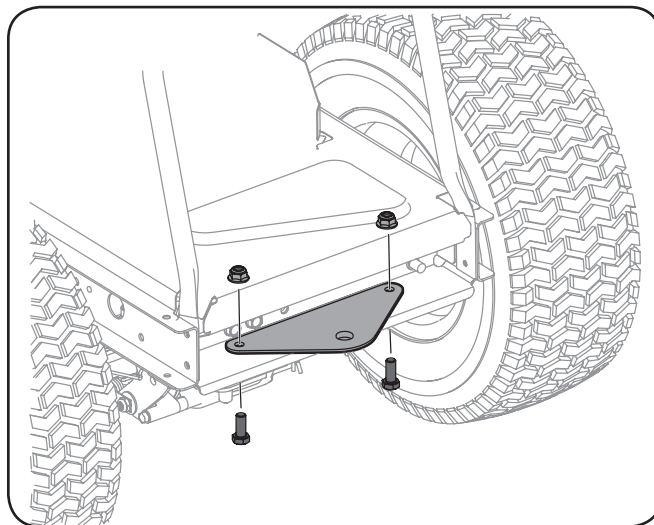

Figura 3-12
- Extraiga los elementos de montaje instalados en fábrica de la placa de enganche de la parte trasera del motor. Vea la Figura 3-12.
- Ubique la placa de enganche, embalada con sus piezas sueltas, con el lado plano hacia arriba como se indica en la Figura 3-12. Sujétela con los dos pernos y las tuercas hexagonales que extrajo antes.